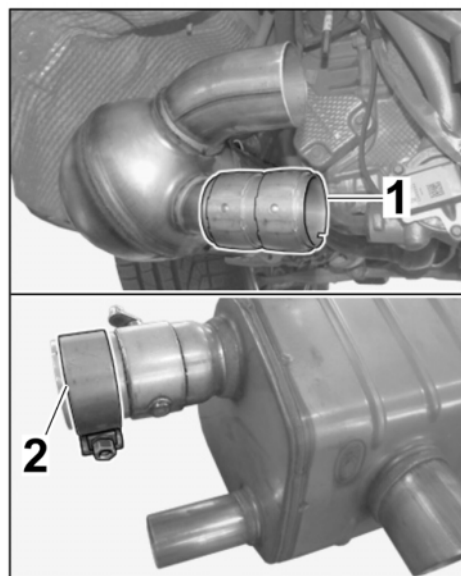

Bild 31
- 7.5 Klemmhülse links $\Rightarrow$ Bild 31 -1- und rechts auf Katalysatoren montieren.
Spannschellen $\Rightarrow$ Bild 31 -2- an Hauptschalldämpfer montieren.